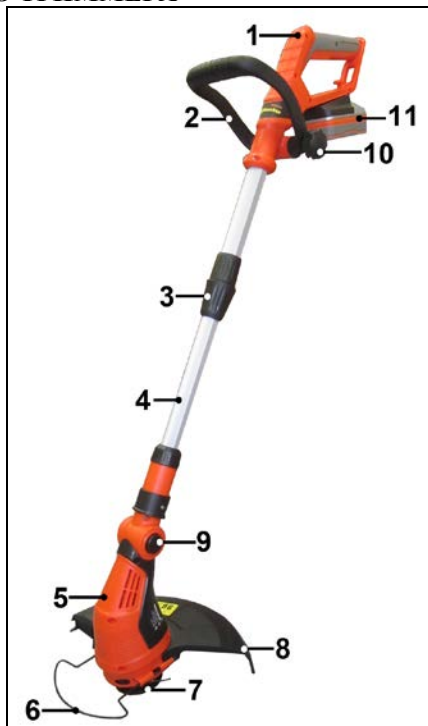

Рисунок 2.
6.3. Установка дополнительной рукоятки (Рисунок 2)
6.4. Изменение длины штанги (Рисунок 2)
6.5. Изменение угла наклона штанги (Рисунок 2)